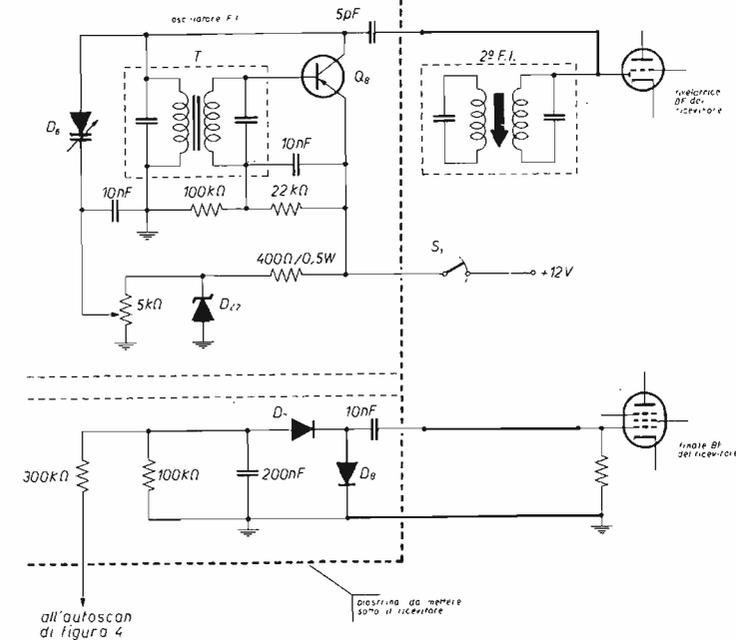

figura 7
- A) I circuiti in grassetto si riferiscono alla modifica, ricordarsi di interrompere il collegamento fra la R_2 del pentodo e la massa. L'interruttore S_2 che mette a massa il CAG è in tandem con S_1 , di figura 7.
L'oscillatore di figura 7 impiega come induttori gli avvolgimenti di un trasformatore miniatura Philips da 467 kHz.